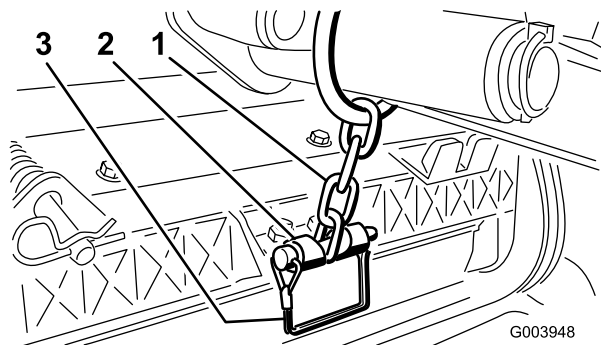

图 19
13. 使用锁扣销将提升臂链条固定到链条架图 19。使用滚刀组操作手册所述的链条节数。